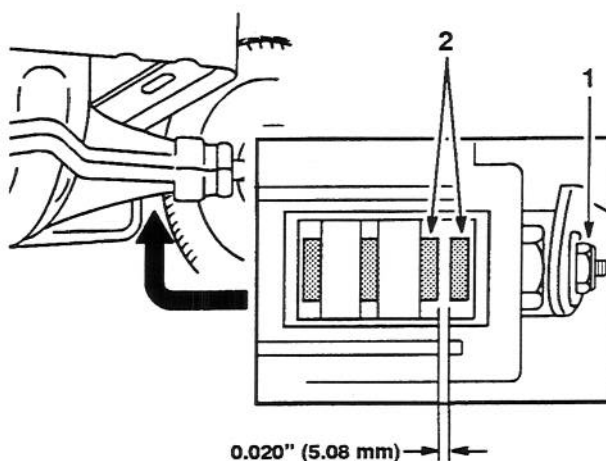

Figure 15
Le frein est situé du côté droit de l'essieu arrière, à l'intérieur du pneu arrière (Fig. 15). Il devra être réglé s'il n'immobilise pas ou n'arrête pas efficacement la machine.
3. Pour régler le frein, desserrer légèrement l'écrou de réglage (Fig. 15).
4. Introduire avec précaution un calibre d'épaisseur de 5,08 mm entre les deux plaquettes de frein extérieures (Fig. 15).